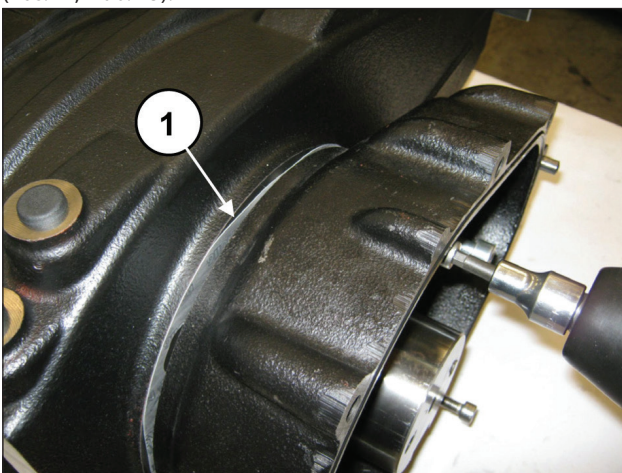
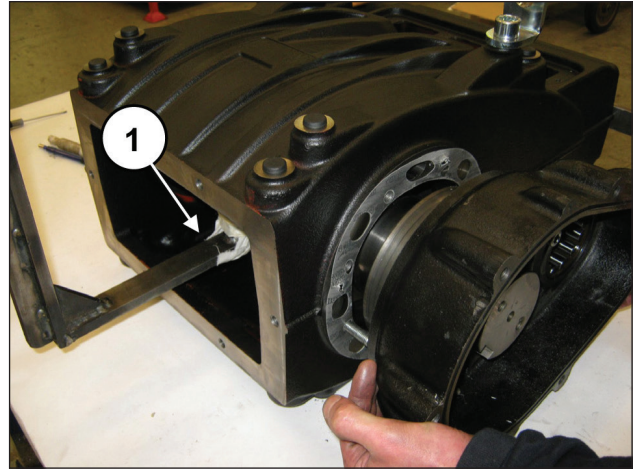

Abb. 24
Abb. 25
Drehen Sie schrittweise die 3 Schrauben M8 fest (Pos. ①, Abb. 24), um ein übermäßiges Anwinkeln und das Festsitzen des Gehäuses zu vermeiden. Entfernen Sie das Gehäuse und stützen Sie dabei die Welle ab (Pos. ①, Abb. 25).